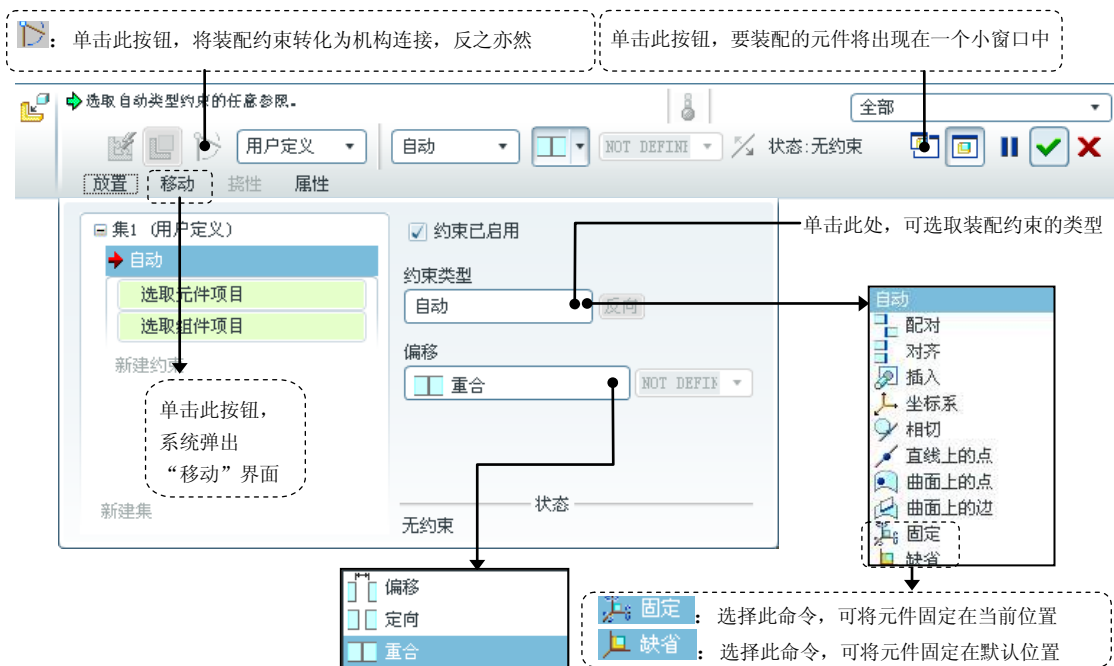

图 7.2.6 元件放置操控板
(2) 此时系统弹出文件“打开”对话框，选择驱动杆零件模型文件 `actuating_rod.prt`，然后单击 **打开** 按钮。
Step2. 完全约束放置第一个零件。完成上步操作后，系统弹出图 7.2.6 所示的元件放置操控板，在该操控板中单击 **放置** 按钮，在“放置”界面的 **约束类型** 下拉列表中选择 **缺省** 选项，将元件按默认放置，此时 **状态** 区域显示的信息为 **完全约束**；单击操控板中的 **完成** 按钮。
在图 7.2.6 所示的元件放置操控板中，单击按钮即可打开一个包含要装配元件的辅助窗口，如图 7.2.14 所示。在此窗口中可单独对要装入的元件（如手柄零件模型）进行缩放（中键滚轮）、旋转（中键）和平移（Shift+中键）。这样就可以将要装配的元件调整到方便选取装配约束参照的位置。
当引入元件到装配体中时，系统将选择“自动”放置，如图 7.2.6 所示。从装配体和元件中选择一对有效参照后，系统将自动选择适合指定参照的约束类型。约束类型的自动选择可省去手动从约束列表中选择约束的操作步骤，从而有效地提高工作效率。但某些情况下，系统自动指定的约束不一定符合设计意图，需要重新进行选取。这里需要说明一下，本书中的例子，都是采用手动选择装配的约束类型，这主要是为了方便讲解，使讲解内容条理清楚。